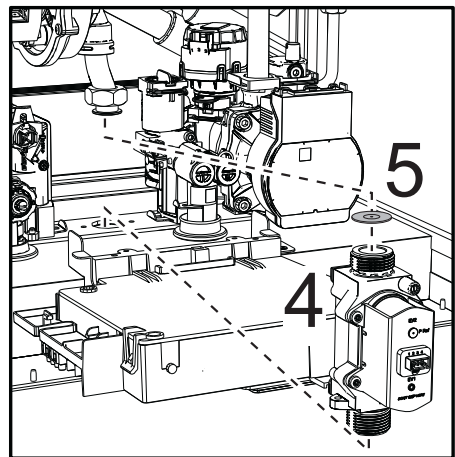

fig. 45
- Estrarre la valvola a gas "4" e il diaframma gas "5" (fig. 45).